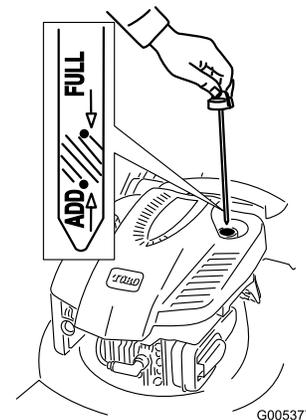

Figure 8
1. Retirez la jauge (Figure 8).
2. Versez de l'huile **lentement** dans le goulot de remplissage jusqu'à ce que le liquide atteigne le repère du plein (**Full**) sur la jauge (Figure 8). **Ne remplissez pas excessivement.** (Remplissage max. : 0,59 l, type : huile détergente SAE 30, classe de service API SF, SG, SH, SJ, SL ou supérieure.)